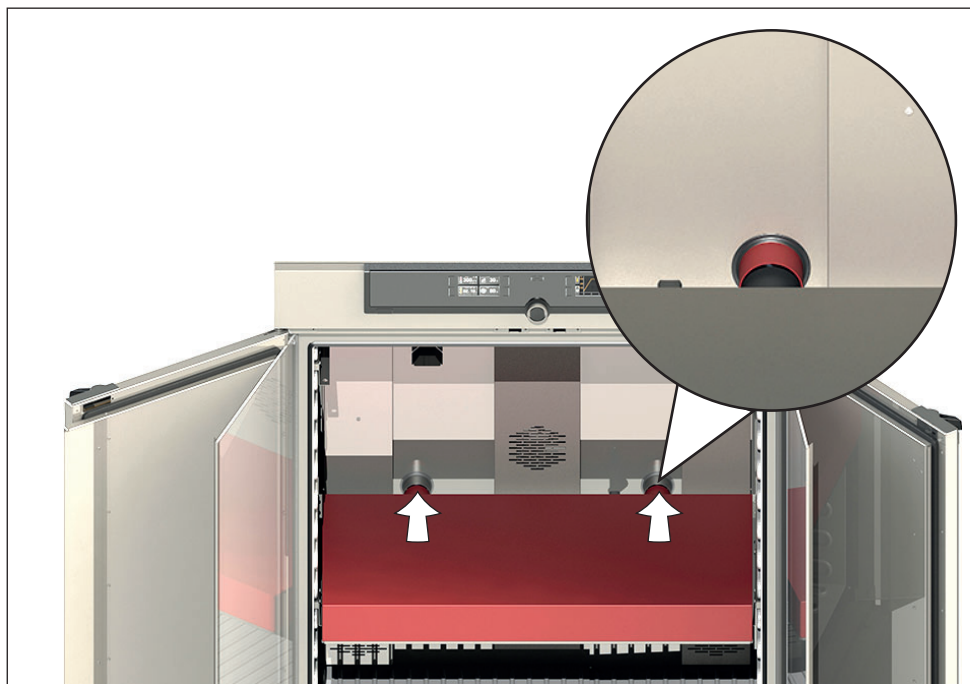

Fig. 36 Reinserire il corpo illuminante
9. Reinserire il corpo illuminante nell'apparecchio. Inserire entrambi i supporti per il raffreddamento delle lampade nelle rispettive aperture, situate nella parte posteriore dell'apparecchio, fino a quando non si bloccano (Fig. 36).